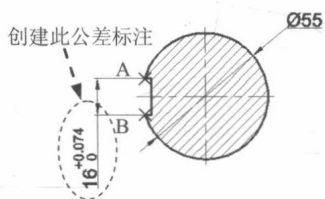

图 1.1.25 创建带公差的线性标注
- (1) 选择下拉菜单 **标注(B)** → **线性(L)** 命令，分别捕捉图 1.1.25 中的 A、B 两点。
- (2) 在命令行中输入字母 M（即选择“多行文字”选项），按 Enter 键。